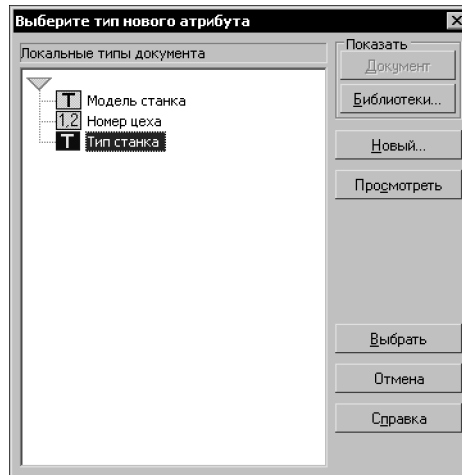

Рис. 145.2. Диалог выбора типа атрибута
3. Нажмите кнопку **Новый...** для вызова диалога выбора типа атрибута (рис. 145.2).